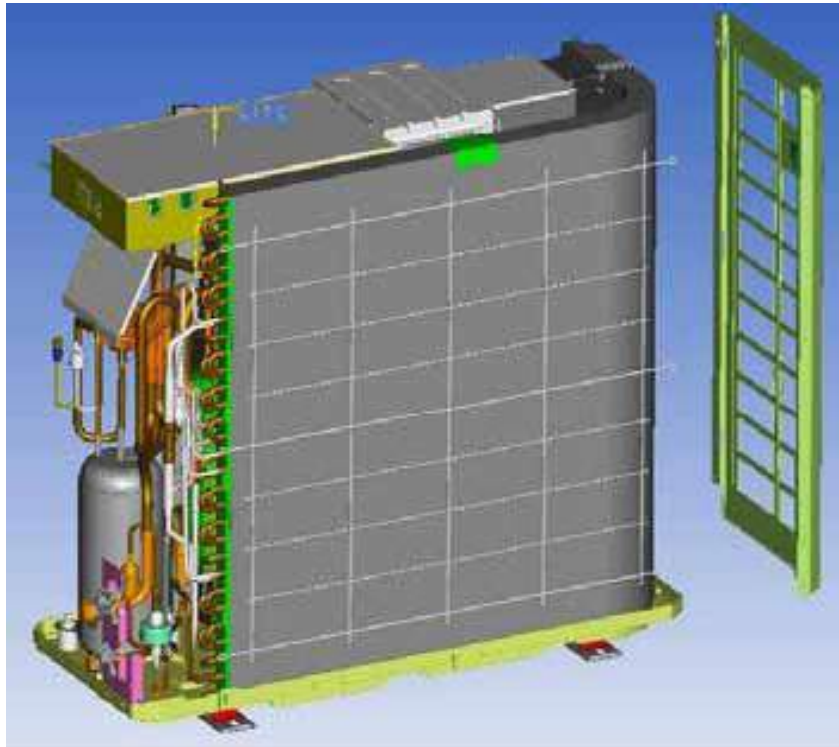

Рис.5
- Открутите два шурупа и снимите правую пластину кожуха (см.рис.5)